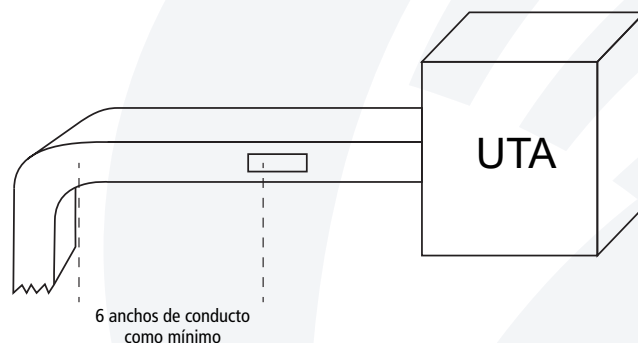

Figura 1
1. Recomendamos que el conjunto detector de conducto se instale a 6 anchos de conducto de cualquier curva o entrada. Esto es para maximizar la eficacia del sensor. Habrá menos turbulencias de aire y, si hay humo, el aire y el humo estarán mejor mezclados. Véase la figura 1.